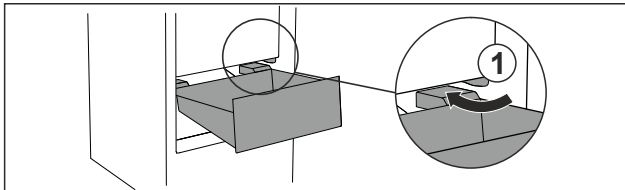

Fig. 102
- ▶ Schubfach schräg um die Stopper Fig. 102 (1) herumführen.